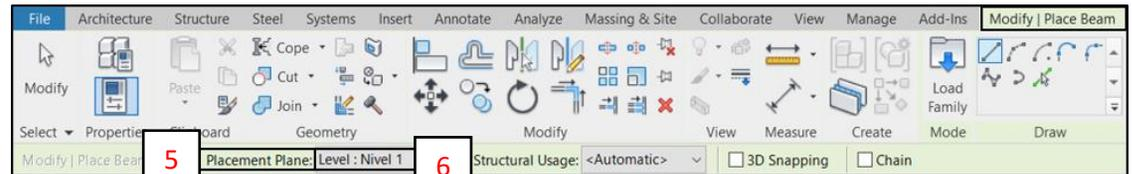

Fig. 22
C. Una vez seleccionado el tipo de viga, definir su nivel de inserción. En la *Barra de Opciones*, desplegar **Placement Plane** (5) y seleccionar el nivel correspondiente al nivel de la losa (6). (Fig. 22)